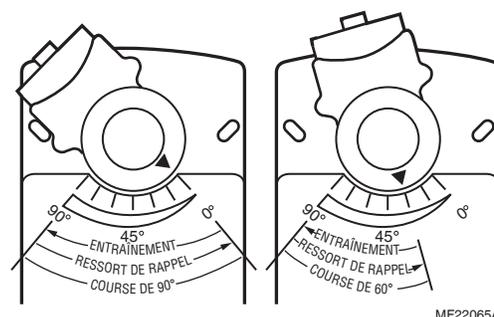

Fig. 6. Réduction de la course.
3. Faire tourner l'accouplement à la position désirée, en l'alignant conformément à l'étiquetage de la course. Voir la Fig. 6.
EXEMPLE : Lorsque l'accouplement de l'arbre est réglé à une position de sécurité intégrée approximative de 35° (tel qu'indiqué sur le boîtier), la course est limitée à 60°. (Voir Fig. 6)